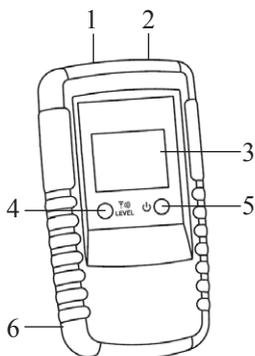

Рис. 2
Подключите к гнезду передатчика (с помощью поставляемых в комплекте проводов и зажимов) один проводник. В этом режиме передатчик питается от батареи. Благодаря генерируемому передатчиком высокочастотному сигналу может быть трассирован один проводник. Заземлите второй вывод передатчика (гнездо «СОМ» рис. 2). Типичным примером заземления может быть заземлённая розетка. Глубина трассировки в данном режиме составляет от 0 до 2 метров.
- Подключите передатчик в соответствии с рисунком 9. Провод, подключённый к гнезду «COM» (см. рис. 2), должен быть заземлён.
- b. Подключите передатчик в соответствии с рисунком 10. Провод, подключённый к гнезду «СОМ» (см. рис. 2), а также все неисследуемые проводники кабеля должны быть заземлены.4